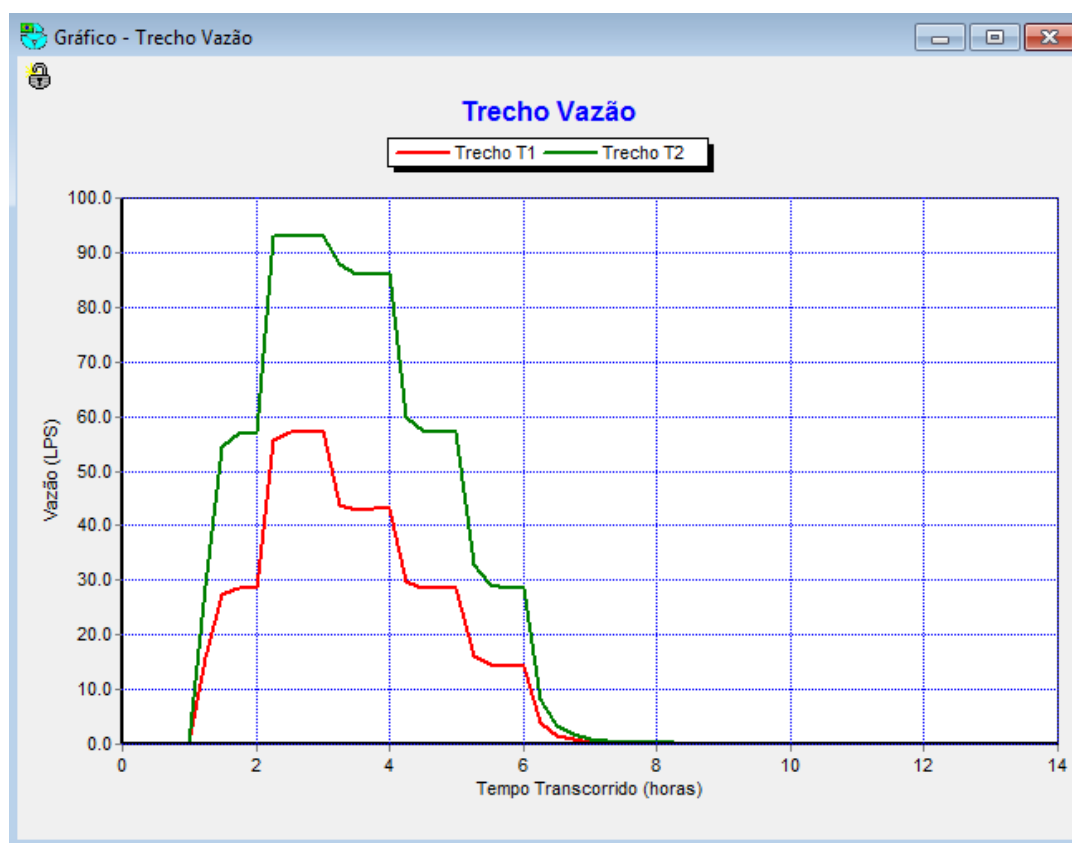

Figura 2.17 - Janela de diálogo para o Gráfico de Série Temporal
4. Pressionar **OK** para gerar o gráfico, que terá um aspecto similar ao mostrado na Figura 2.17.